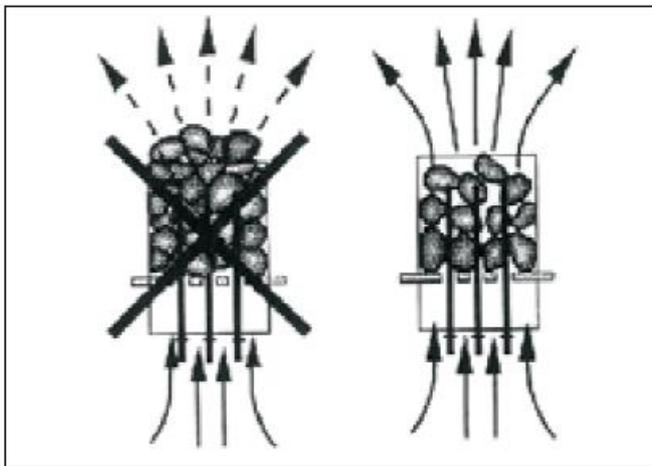

Рис. 2 Укладка камней.
6.9. Уложить камни в емкость электрокаменки таким образом (см. рис.2), чтобы между ними свободно мог циркулировать горячий воздух, высотой не более 5 -8 см над нагревательными элементами.